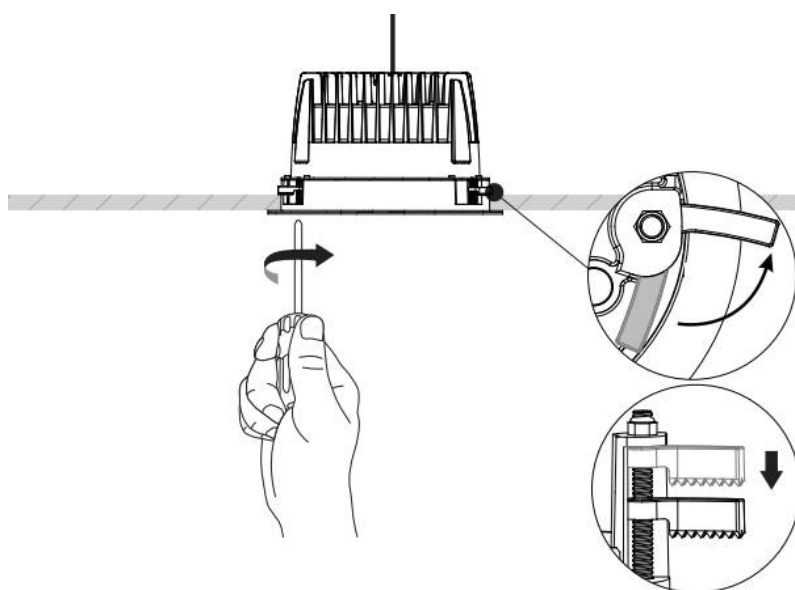

Рисунок 5 - Фиксация светильника в потолке
5.3.6 Повернуть флажок для фиксации светильника в потолке (рис.5).